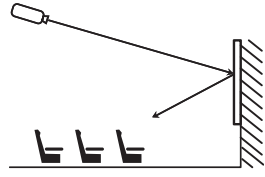

рис. 2
- рис. 2 - для типов полотен Pearlux